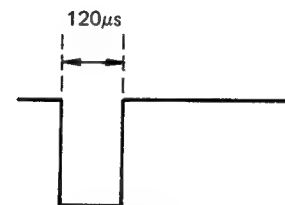

Abb. 8-23
3. Die (+) Synchronflanke mit dem Oszilloskop wählen und R2015 so einstellen, daß die in Abb. 8-23 gegebenen Anforderungen erfüllt werden.